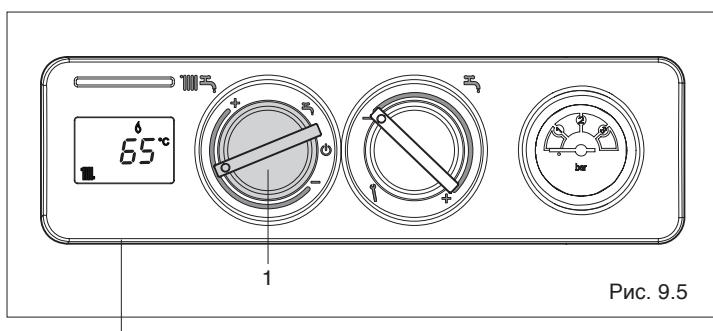

Рис. 9.5
- Регулирование температуры воды в котле:** Для регулировки температуры воды в контуре отопления поверните по часовой стрелке переключатель режимов работы (1, Рис. 9.5) внутри зоны, обозначенной знаками + и -. При повороте переключателя на дисплее будет отображаться заданная температура. Для того чтобы установить требуемую температуру, вращайте переключатель до тех пор, пока на дисплее не отобразится нужное вам значение. Через несколько секунд после того как вы отпустите переключатель, на дисплее начнёт отображаться текущая температура в котле.